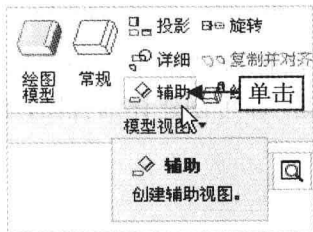

图 12-29 单击“辅助”按钮
Step 02 在“功能区”选项板的“布局”选项卡中，单击“模型视图”面板中的“辅助”按钮，如图 12-29 所示。